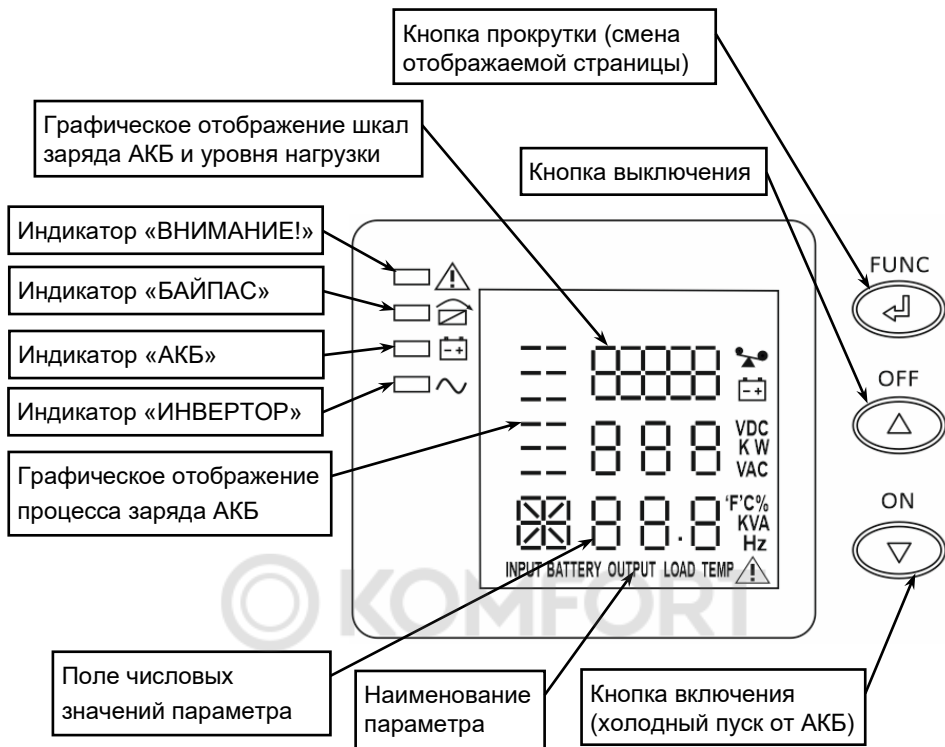

Рисунок 3 — ЖК—дисплей
На ЖК-дисплее отображаются значения основных параметров изделия (см. рисунок 3).
-  При наличии напряжения питающей сети в пределах допустимого диапазона (см. п. 2...п. 4 таблицы 1) изделие питает нагрузки стабилизированным напряжением переменного тока правильной синусоидальной формы и осуществляет заряд АКБ. На ЖК-дисплее отображается величина выходного напряжения и значение его частоты (см. рисунок 3). На передней панели светится зеленый индикатор «ИНВЕРТОР».